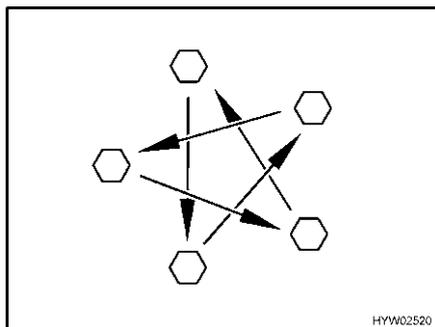

Fig. 228 Serrare a croce i dadi o i bulloni delle ruote
- Controllare regolarmente il serraggio dei dadi o dei bulloni. Regolare a croce (Fig. 228) il serraggio dei dadi o dei bulloni di una ruota sostituita dopo circa 50 km.
- ▷ Serrare a croce i dadi o i bulloni delle ruote (Fig. 228).